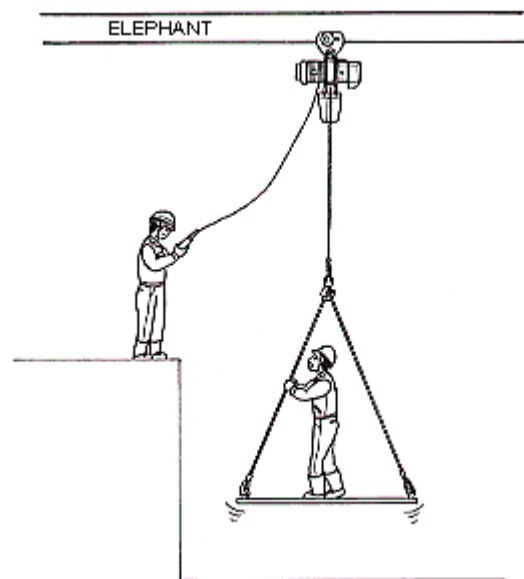

図7 つり荷に「人」を乗せてはならない
(7)クレーンを使用して「人」を運搬したり、つり上げた荷の上で作業をしないでください。また運転者が、つり荷の上に乗る事や作業はしないでください。(図7)